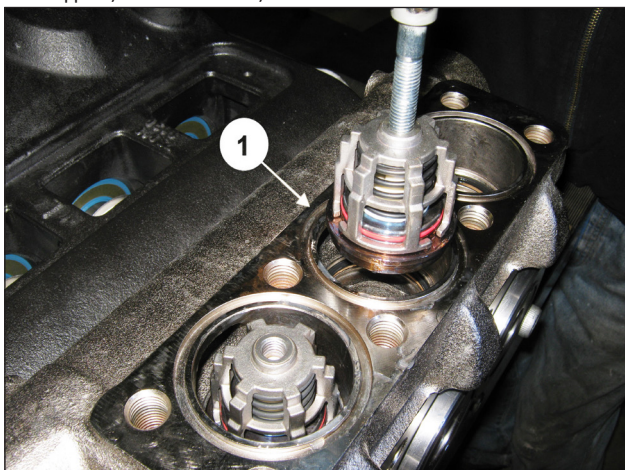
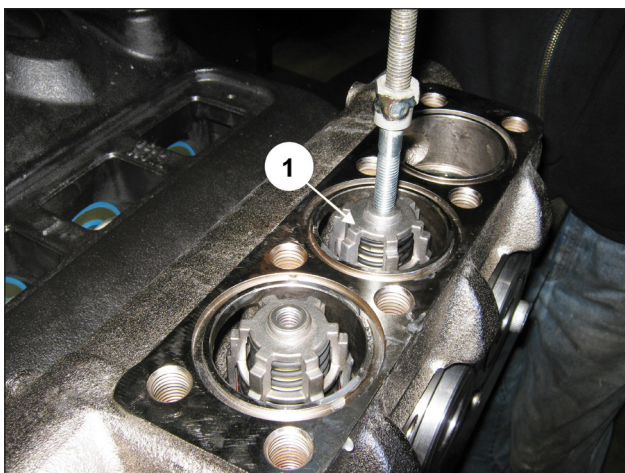

Рис. 144
Рис. 145
Убедитесь, что уплотнительное кольцо круглого сечения и упорное кольцо правильно сели на свои места. Вставьте узел нагнетательного клапана (поз. ①, Рис. 144). Клапанный узел в сборе должен быть вставлен до упора и выглядеть, как на поз. ①, Рис. 145.